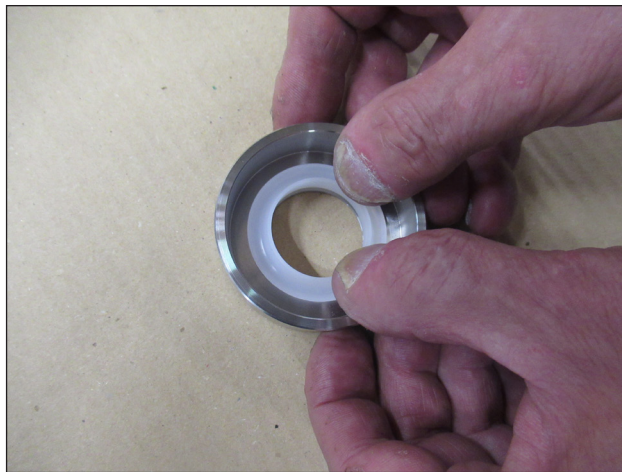

图 28
A) 将刮环安装在底座中(图 28), 如有必要, 可使用一个缓冲垫, 注意不要损坏密封唇。